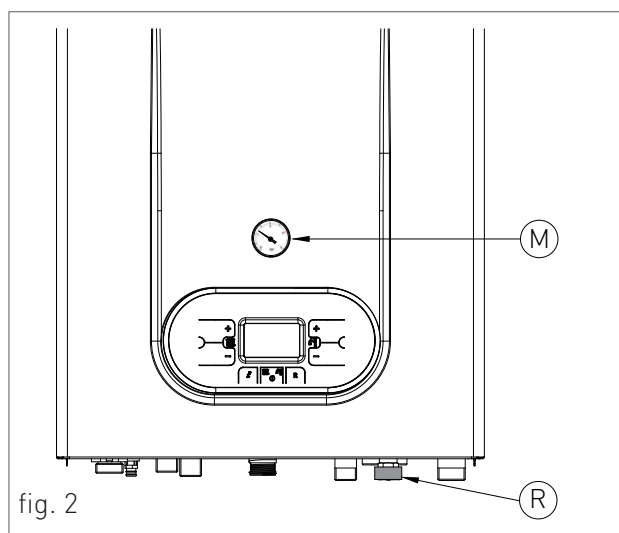
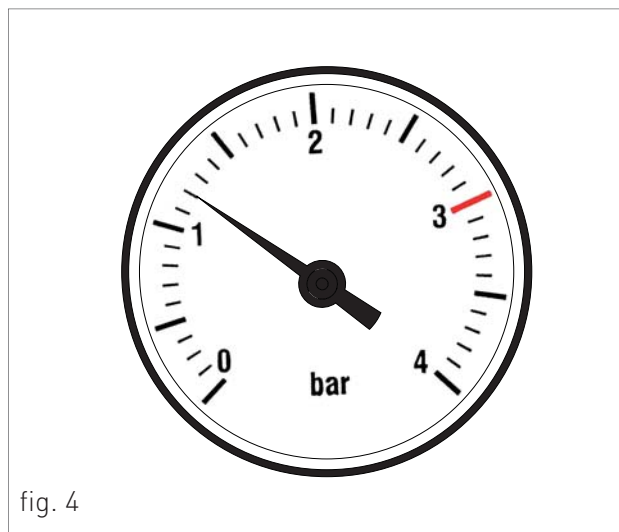

fig. 2
fig. 4
Para colocar la caldera proceder como sigue (ver fig. 2):
3. abrir la llave de llenado "R" (fig. 2);
5. utilizar el manómetro "M" (fig. 2) para asegurarse de que la presión del sistema alcanza 1,2 bar (fig. 4);
6. una vez realizada esta operación, asegurarse que la llave de llenado "R" (fig. 2) quede perfectamente cerrada.
8. si después de realizar estas operaciones se observa un descenso de la presión del sistema, abrir de nuevo la llave de llenado "R" hasta que el manómetro indique 1.2 bar (fig. 4)